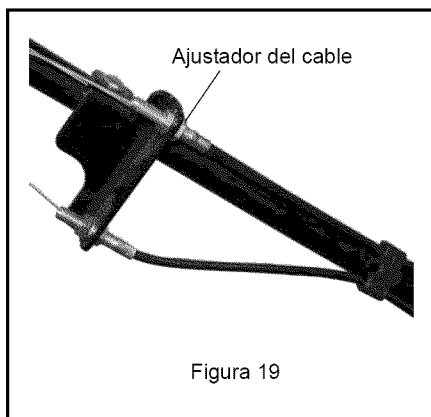

Figura 19
Consulte Figura 19.
1. Mueva el graduador del cable de transmisión por encima o por debajo del manillar. Véase Figura 19.